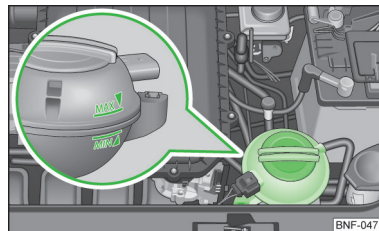

Fig. 108
Ved efterfyldning anbefaler vi, at du kun anvender det frostbeskyttelsesmiddel, hvis betegnelse er angivet på kølevæskebeholderen » Fig. 108 på side 123.
- Påfyld ikke kølevæske over markeringen **A** » Fig. 108 på side 123.
► Kontroller kølevæskestanden på kølevæskebeholderen » Fig. 108. Når motoren er kold, skal kølevæskestanden være mellem mærkerne MIN og MAX. Når motoren er varm, kan kølevæskestanden godt være over MAX-mærket.
- Læg en klud på dækslet til kølevæskebeholderen » Fig. 108 på side 123, og skru **forsigtigt** dækslet af.
Påfyld ikke kølevæske over markeringen MAX » Fig. 108 på side 123! Overskydende kølevæske trykkes under opvarmning ud af kølesystemet via overtryksventilen i dækslet til kølevæskebeholderen.